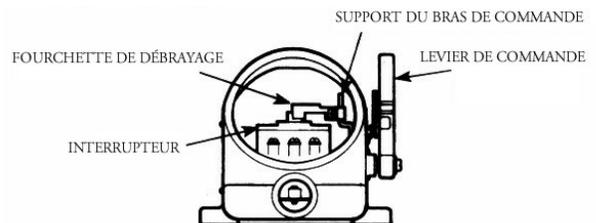

Figure 2
A. Pour retirer du boîtier le disjoncteur et la plaque de montage, desserrer la vis #10-32 x 7/8 po sur la fourchette de débrayage. Faire glisser la fourchette vers le haut sur le support du bras de commande puis la retirer. Noter la façon dont est montée la fourchette de débrayage, pour utilisation ultérieure. (Voir Figure 2.)
A. Desserrer la vis #10-32 x 7/8 po sur la fourchette de débrayage et faire glisser la fourchette de débrayage vers le haut sur le bras de commande, puis serrer la vis. NE PAS retirer le bras de la fourchette. (Voir Figure 2.)
B. Retirer la plaque de montage du boîtier en desserrant les quatre (4) vis #10-32 x 3/8 po qui retiennent la plaque de montage au boîtier. Faire glisser la plaque de montage sur le côté et la retirer en soulevant.